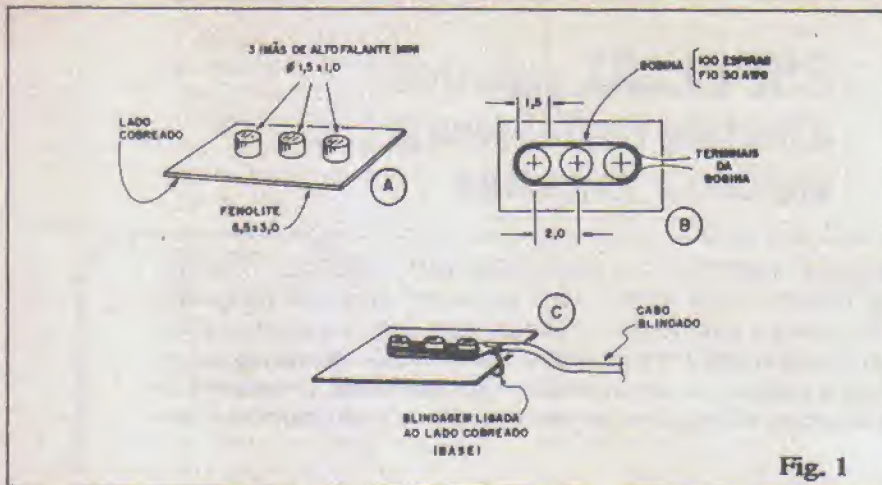
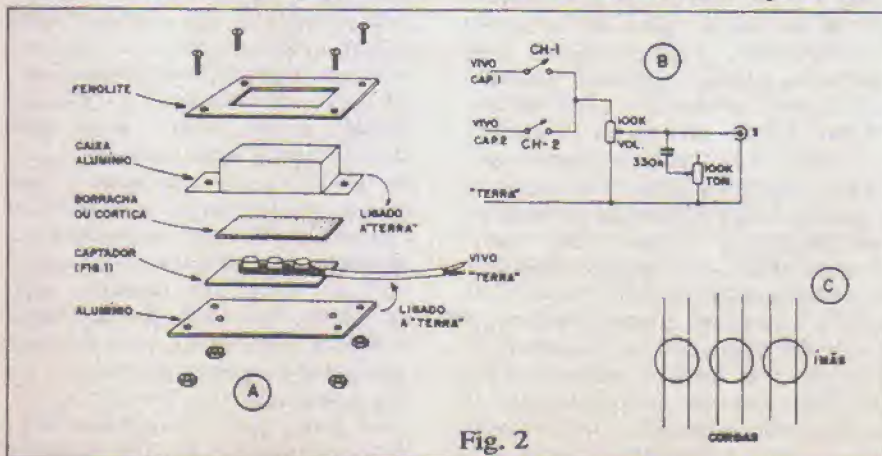
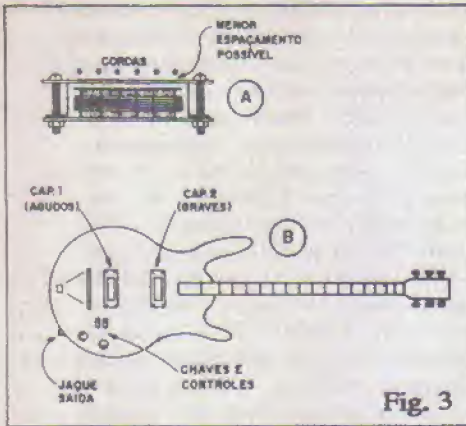

Fig. 1
Fig. 2
Fig. 3
**- FIG. 1 - CONSTRUINDO UM CAPTADOR MAGNÉTICO PARA GUITARRA** - Um captador desse gênero pode ser totalmente "feito em casa", exigindo para tanto apenas materiais de fácil obtenção, e - naturalmente - alguma "mão de obra", além de ferramental básico (nada que o Leitor/Hobbysta provavelmente já não possua, na sua caixa de ferramentas ou "sucata"...). O ponto fundamental é a obtenção dos magnetos (ímãs) essenciais ao "miolo" do captador: serão necessários três ímãs, de preferência redondos (cilíndricos), com diâmetro tão próximo quanto possível de 1,5 cm., e uma altura em torno de 1,0 cm. cada. Uma "fonte" óbvia desses magnetos são pequenos alto-falantes inuti-
FIG. 1-B - O espaçamento entre o centro dos magnetos (os três devem ficar alinhados) deve situar-se em torno de 2,0 cm. Uma vez fixados os imãs, o Leitor/Hobbysta deve providenciar cerca de 15 metros de fio de cobre esmaltado nº 30 (ou nº 32) e enrolar 100 voltas do dito fio em torno do trio de magnetos, conforme mostra a figura. Obtidas as 100 espiras, o conjunto deve ser fixado com fita adesiva ou filetes de cola, aplicados ao aglomerado de fios, de modo que a bobina não "desmonte". Mantenha-se, contudo, a superfície superior dos imãs, livre e limpa.
FIG. 1-C - A ligação elétrica da bobina captadora deve ser feita com cabo blindado mono, fino, conectando-se a "malha" e o "vivo" de tal cabo, indiferentemente aos dois fios/terminais da bobina (não esquecer de raspar o esmalte do fio de cobre, caso contrário a ligação soldada não "pegará"). O
FIG. 2-A - Vista explodida do captador magnético, em seu todo. As dimensões gerais não são dadas, pois tratam-se de dados ou parâmetros não críticos, dependendo muito das próprias dimensões ou forma do tampo do instrumento ao qual o captador vá ser acoplado. É fácil, porém, inferir as dimensões de cada item, tomando-se como base as medidas do substrato e do conjunto de imãs/bobina (FIG. 1). Como base mecânica geral da "coisa", usamos uma placa retangular de alumínio (ou mesmo lata, recortada na forma e dimensão convenientes...). Para proteção à parte superior do conjunto imãs/bobina, um pequeno retângulo de borracha (pode ser até recortado de câmara de pneu...) ou cortiça. O conjunto básico é fechado numa espécie de caixa de alumínio ou lata (materiais fáceis de recortar e "planificar", dobrando-se nos pontos convenientes, dotada de duas abas para fixação. Finalmente, para fechamento "estético" do captador, um retângulo de fenolite, fórmica ou mesmo plástico rígido, contendo uma "janela" centrada, destinada a receber o topo da "cai-
FIG. 2-B - A circuitagem (simples) interna da guitarra é mostrada, em esquema, na figura... Notar que normalmente as guitarras usam pelo menos dois captadores, e assim o Leitor/Hobbysta deverá construir dois conjuntos (fig. 1 e 2-A) completos de captação magnética, para um perfeito desempenho. No pequeno circuito de comando e controle, duas chaves simples (CH-1 e CH-2) determinarão qual o captador que deve entrar em ação. Observar bem as conexões dos "vivos" (condutor do "miolo" dos cabos blindados) e "terra" (malha dos cabos blindados). Os controles são dois: um para VOLUME e outro para a TONALIDADE, ambos executados por potenciômetros de 100K. Um capacitor (poliéster) de 330n perfaz o conjunto RC variável do controle de tonalidade (em série com o respectivo potenciômetro). A saída "S" do sistema é normalmente feita através do apropriado jaque (tamanho grande), interligando ao circuito e controles via cabo blindado.
FIG. 2-C - Importantes aspectos "mecânicos" da implementação: como são três os magnetos, estes devem atuar sobre as cordas do instrumento, duas a duas, ficando fisicamente distribuídos de acordo com o diagrama. QUEM QUIZER CONSTRUIR O CAPTADOR PARA USO NUM CONTRA-BAIXO (4 CORDAS) DEVERÁ USAR DOIS IMÃS DE DIÂMETRO UM POUCO MAIOR, OU ENTÃO QUATRO IMÃS DE DIÂMETRO UM POUCO MENOR (PROPORCIONANDO O POSICIONAMENTO DE CAPTAÇÃO DAS CORDAS, RESPECTIVAMENTE DUAS A DUAS OU UMA A UMA...).
FIG. 3-A - Ainda quanto aos aspectos "mecânicos" do sistema: para bom rendimento e sensibilidade, é importante que o topo do captador guarde a menor distância possível - na instalação final - com relação ao plano das cordas do instrumento. Observar que esse ajuste mecânico normalmente será
**FIG. 3-B** - Para que ocorra uma eficiente captação harmônica do som do instrumento, normalmente são necessários dois captadores (conforme já foi dito). Estes devem ser posicionados da seguinte forma: um bem próximo ao cavalete ou pente (extremidade das cordas), destinado à captação dos harmônicos AGUDOS, e outro junto ao fim do braço do instrumento (mais próximo à zona central das cordas), para captação dos tons fundamentais, mais GRAVES. Músicos mais exigentes poderão acoplar até três captadores (mais um, em posição central com relação aos dois mostrados na figura), configurando o necessário chaveamento (ver FIG. 2-B) de modo a proporcionar inúmeras possibilidades harmônicas de captação. Ainda na figura, vemos as posições tradicionais adotadas para os controles (potenciômetros e chaves), bem como a localização prática do jaque de saída.